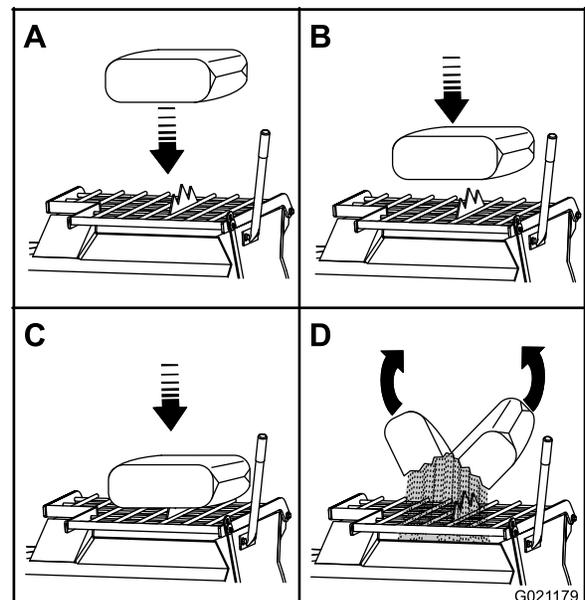

Figure 33
**Remarque:** Vous pouvez ouvrir les sacs de ciment, plâtre et liant en les plaçant sur la lame coupe-sac (Figure 33).